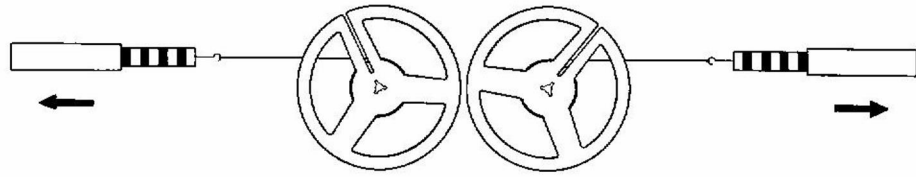

Abb. 3
**2.1 Prüfung der Kupplungen (siehe Abb. 3)**
Gerät ausschalten, alle Drucktasten in Ruhestellung bringen; gemäß Abb. 3 eine mit ca. 50 cm Band bewickelte Spule auflegen (Kerndurchmesser 60 mm). In das freie Bandende Federwaage einhängen und abziehen.